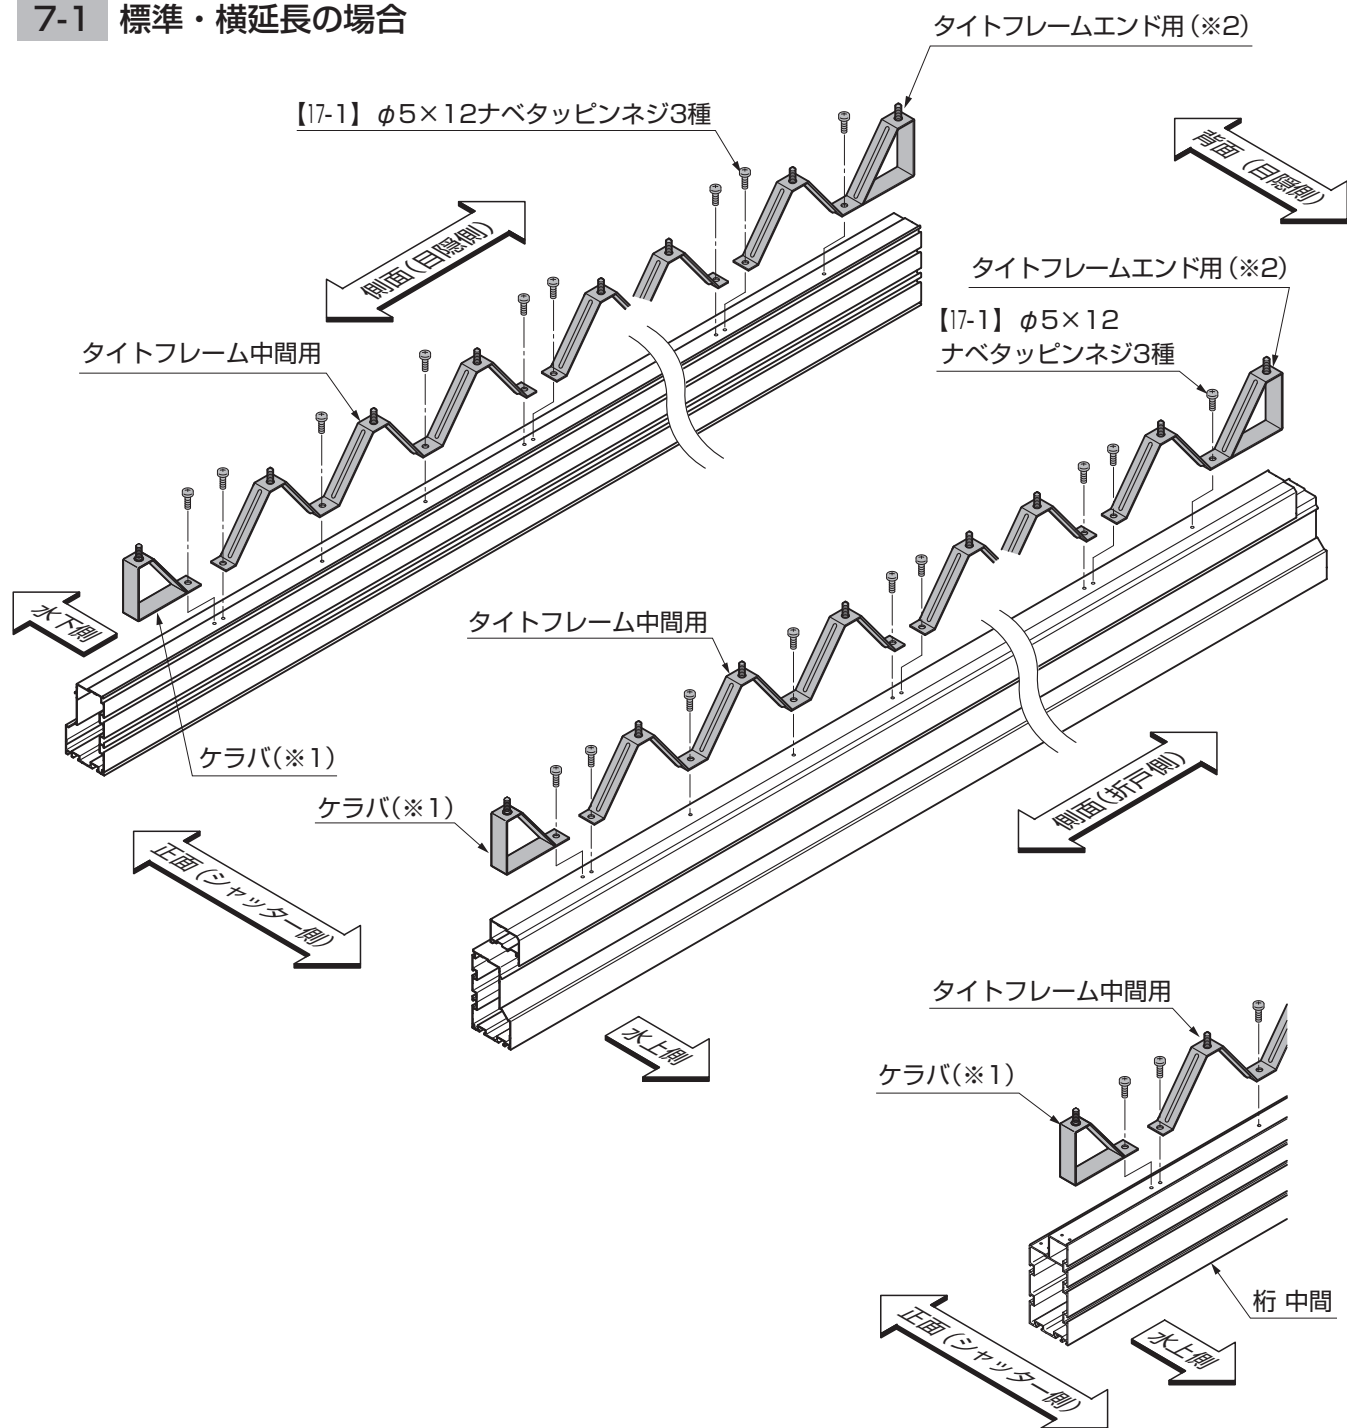

図7-1 桁 中間への取付け (横延長の場合)
- 横延長の場合は、桁 中間にもタイトフレームを取付けてください。(図7-1 参照)